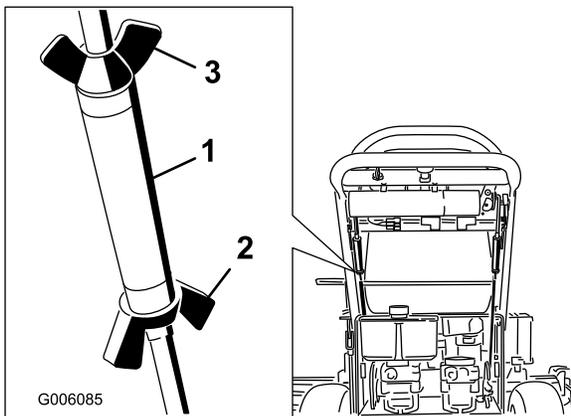

Figure 57
- Fixez le tendeur en position avec les écrous à oreilles (Figure 57).